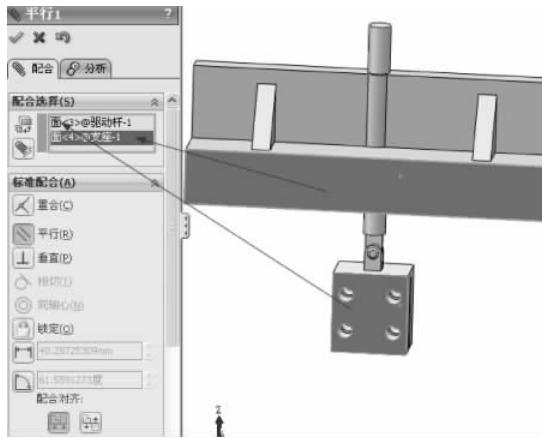

图 3-100 平行配合
(3) 继续进行配合操作，在【标准配合】选项组下选择【平行】配合类型 ，在【配合选择】选项组下的选择框中选择支座和驱动杆的两个侧平面，如图 3-100 所示，其他保持默认，单击【确定】按钮 ，完成平行的配合。